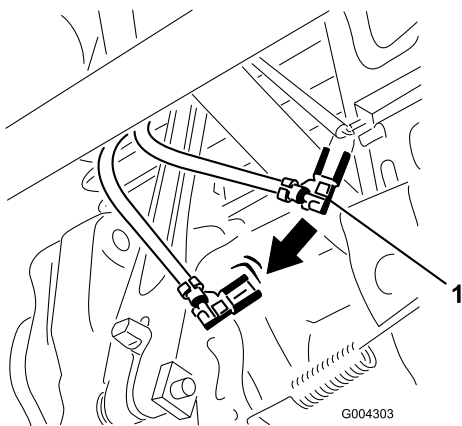

Figure 19
6. Débranchez le clip du fil de terre vert sous le starter (Figure 19).